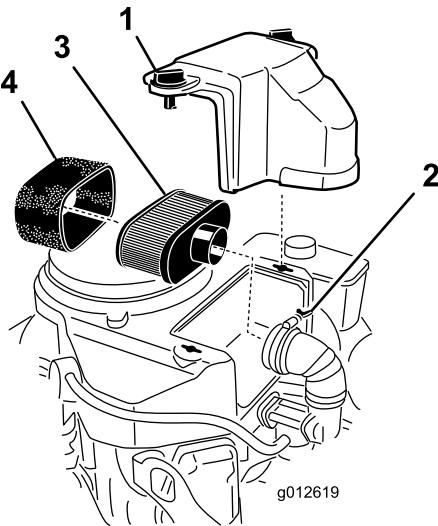

図 41
- エアクリーナを外したときエンジン内部に異物が入らないよう、周辺をきれいに拭く(図 41)。
- エアクリーナのカバーのノブのねじをゆるめてカバーを外す(図 41)。
- エアクリーナのホースクランプをゆるめてエアクリーナアセンブリを外す(図 41)。
- ペーパーエレメントからスポンジエレメントを注意深く取り外す(図 41)。
注 汚れがひどい場合には、新しいペーパー・エレメントに交換する(図 41)。
- ペーパーエレメントにスポンジエレメントを注意深く取り付ける(図 41)。
- エアクリーナのベースまたはホースにエアクリーナアセンブリを取り付けて固定する(図 41)。
- エアクリーナのカバーを取り付け、ノブを締め付けて固定する(図 41)。